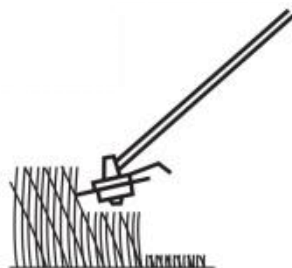

Fig. 47
- Aby uzyskać najlepsze rezultaty, należy kosić dłuższą trawę etapami (rys. 47).